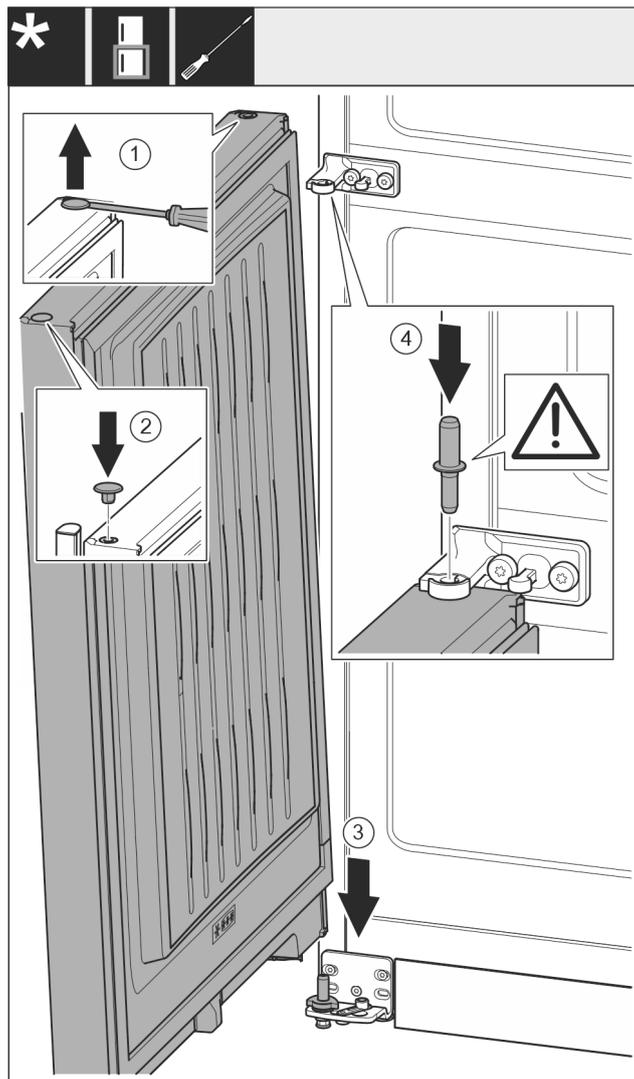

Fig. 20
- ▶ Sollevare il tappo Fig. 20 (1) con cautela con un cacciavite a intaglio ed estrarlo.
- ▶ Reinserrare il tappo Fig. 20 (2) sull'altro lato della porta.
- ▶ Inserire la porta Fig. 20 (3) dall'alto sul perno di supporto inferiore.
- ▶ Inserire il perno di supporto centrale Fig. 20 (4) attraverso il blocco di supporto centrale nella porta inferiore. Facendo ciò assicurarsi che la camma di arresto sia rivolta all'indietro.